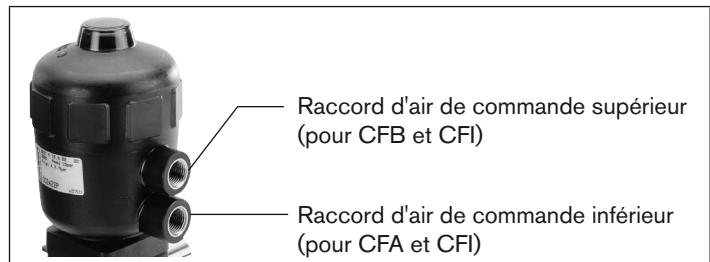

Fig. 28 : Raccord d'air de commande
Le diamètre du trou dans la cuve et celui de la bride doivent être identiques. La vanne est dotée de deux chanfreins pour faciliter le soudage et le positionnement de la vanne. La longueur des chanfreins est d'environ 3 mm. Si l'épaisseur de la paroi de cuve est supérieure à 3 mm, il convient de positionner la vanne comme le représente la Fig. 28.:
- Appliquez de l'air comprimé sur le raccord d'air de commande (valeur indiquée sur la plaque signalétique) (voir « Fig. 28 :Raccord d'air de commande »). Cela est nécessaire pour que la membrane se détache du boîtier sans être endommagée.
- Appliquez de l'air comprimé sur le raccord d'air de commande (valeur indiquée sur la plaque signalétique) (voir Fig. 28 :)
- Appliquez de l'air comprimé sur le raccord supérieur d'air de commande (valeur indiquée sur la plaque signalétique) (voir figure suivante « Fig. 28 :Raccord d'air de commande »).